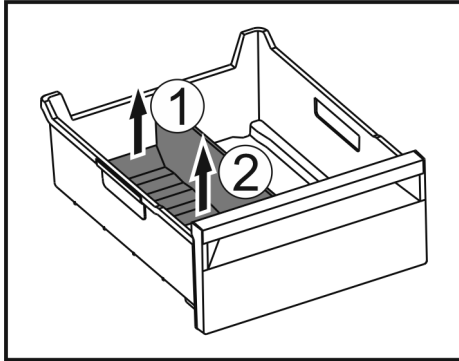

Fig. 249
- ▶ Emelje meg a jégkész-eltávolító hátsó részét. Fig. 249 (1)
- ▶ Vegye ki a jégkész-eltávolítót felfelé. Fig. 249 (2)